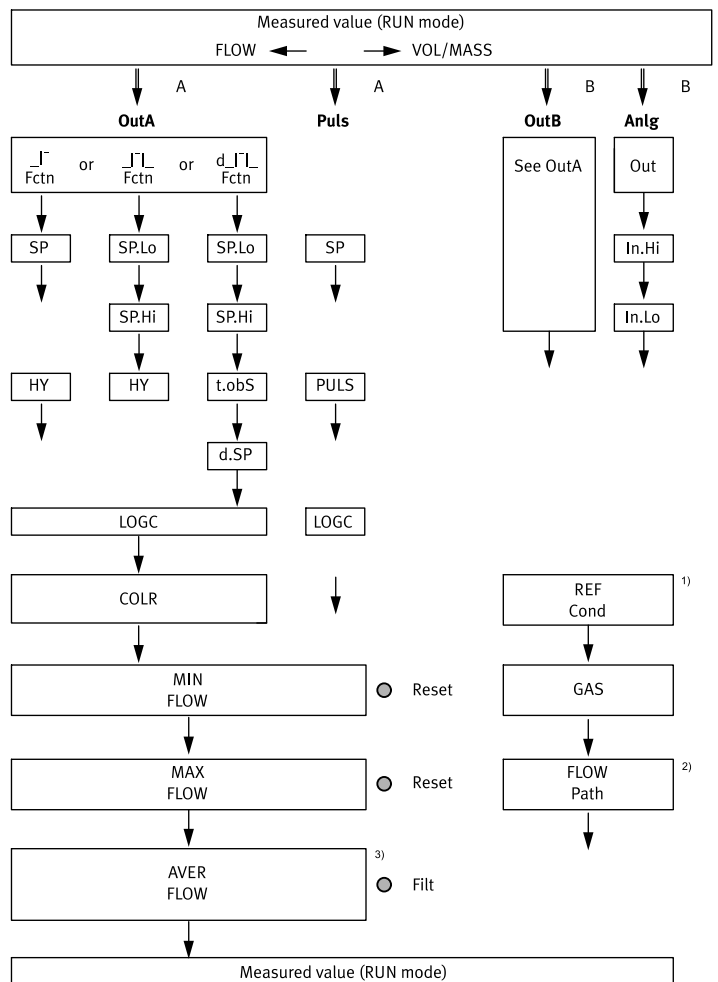

Fig. 10 Индикация значений измерения (режим RUN)
- Чтобы вывести соответствующий следующий параметр, нажмите кнопку A → Fig.10. В конце отобразится усредненное значение расхода [AVER].
- Чтобы вывести соответствующий следующий параметр, нажмите кнопку A → Fig.10. При двунаправленном варианте изделия SFAH-...B-... в конце отобразится направление расхода [Path].